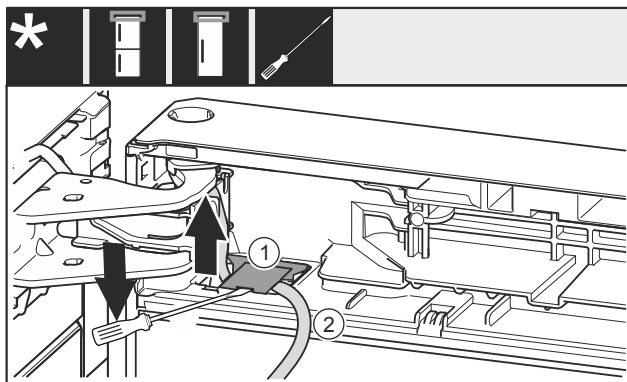

Fig. 20
- Plochým šroubovákem nadzvedněte kryt Fig. 20 (1) a zvedněte jej.
- Vytáhněte kabel Fig. 20 (2).